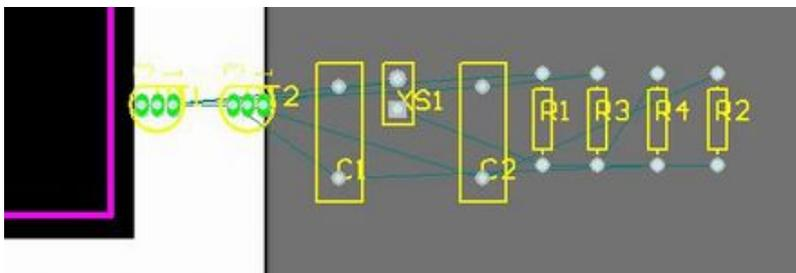

Рис. 7. Пример выполненного автоматически размещения элементов в редакторе печатных плат
4. Нажать кнопку *Close*. Система переключится в редактор печатных плат, в котором на пустой чертёж будут добавлены все элементы принципиальной схемы, например, как на рис. 7.